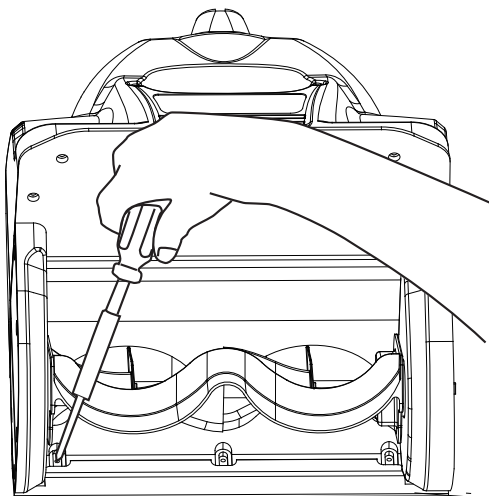

Fig. 7
2. Dévissez les trois (3) vis situées sous la lame qui maintiennent le grattoir au boîtier à l'aide d'une tournevis phillips. (fig. 7).
4. Mettez le nouveau grattoir en place et fixez-le à la souffleuse en vissant les trois (3) vis. Vissez les trois (3) vis à une force comprise.